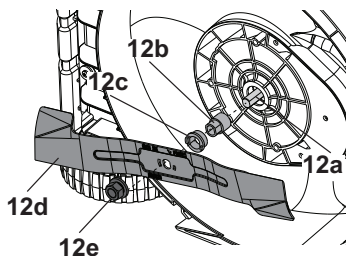

Fig. 21
1. Gardez le dessous de caisse et la lame de coupe (12d) propres et exempts de débris. Retirez la tonte de la goulotte d'éjection arrière (20).
4. Desserrez l'écrou hexagonal (12e) dans le sens anti-horaire à l'aide d'une clé plate adaptée (taille 17 mm) et retirez-le ainsi que la lame de coupe (12d) (Fig. 21).